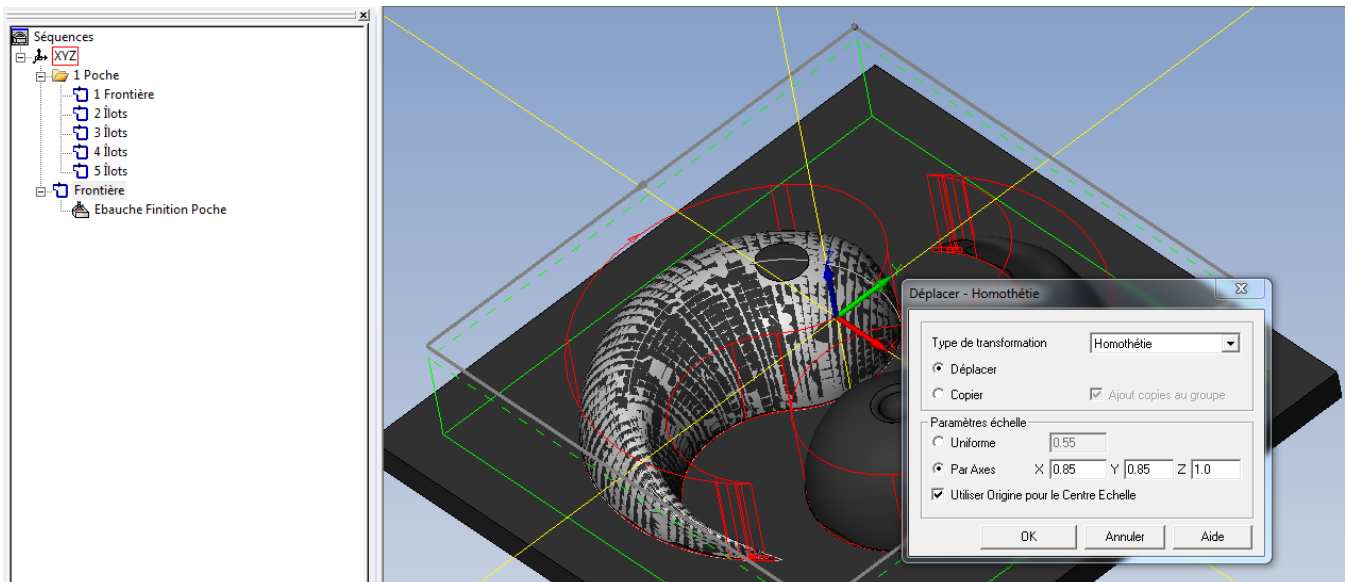

Fig 5: SmartToolbar Créer Séquences
- Copier -> Echelle -> déplacer / Par Axes X 0.95 Y 0.95 Z 1.0 /utiliser l'origine pour le centre échelle (Fig 5)
Par ailleurs, Esprit garde par défaut des valeurs des opérations créées précédemment. Il peut être intéressant de remettre tous les paramètres à leur valeur par défaut. Pour cela, cliquer sur la flèche à côté du petit icône « ouvrir » en haut de la fenêtre (Fig 5) et cliquer sur « Défaut Système pour tout ».